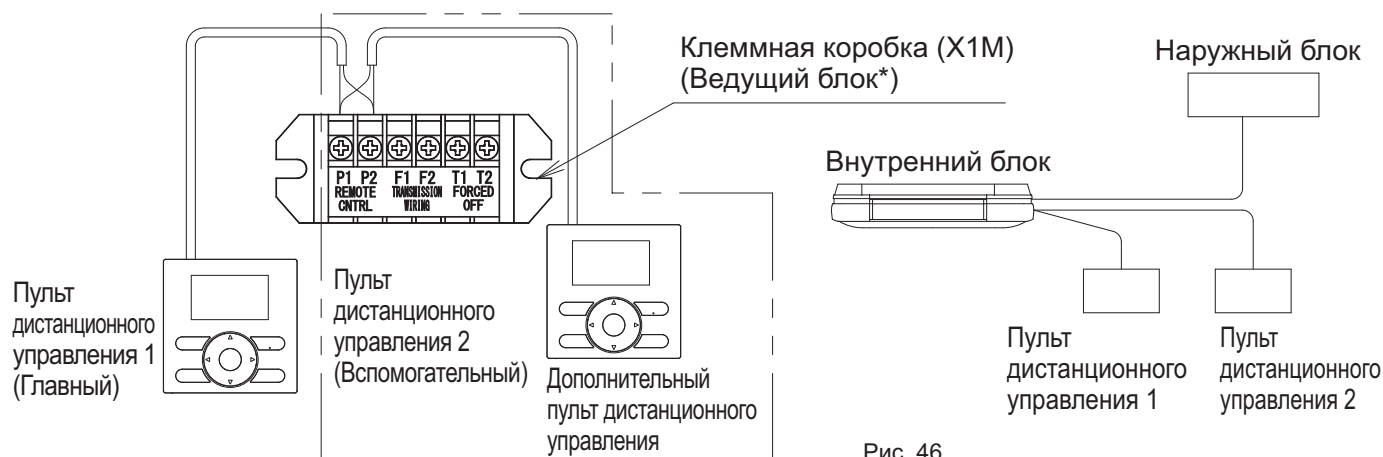

Рис. 46
- (1) Снимите крышку блока управления в соответствии с разделом "8-3 МЕТОД СОЕДИНЕНИЯ ПРОВОДКИ".
- (2) Выполните дополнительную проводку от пульта дистанционного управления 2 (вспомогательного) к контактам (P1·P2) к проводке пульта дистанционного управления на клеммной колодке (X1M) в блоке управления. (Полярность отсутствует.) (См. рис. 46)